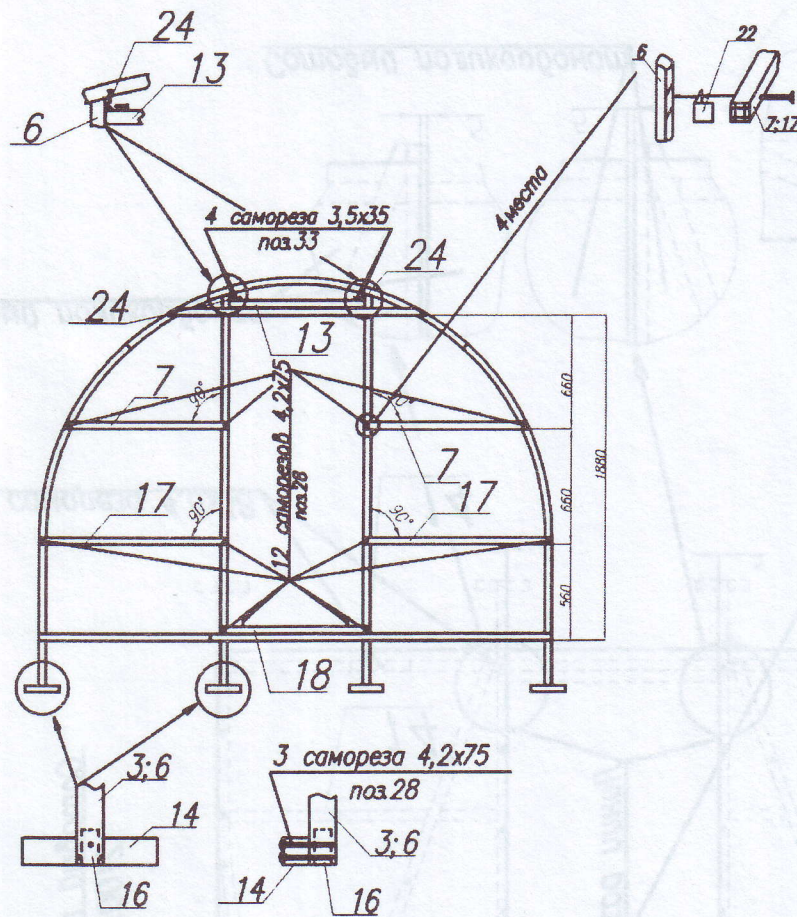

Рис. 11
3.13. Саморезами 75 мм присоедините верхние 7 и средние стяжки торцевых дуг 17 к стойкам дверного проема 6 и к стойкам дуг 3 (рис.11). Не забудьте подложить заглушки 22 под каждую стяжку со стороны стойки дверного проема.
3.14. Установите пороги 18 и поперечины дверных проемов 13 (рис.11.)
3.16. Присоедините анкерные элементы 14 к нижним стойкам дуг согласно *рис.1-3, рис.11*.